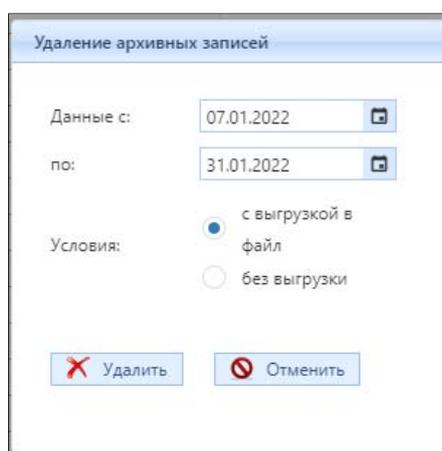

Рисунок 4.10.3 – Окно «Удаление архивных записей»
При помощи кнопки «Удалить» в блоке (2) удаляются архивные записи журнала, открывается окно «Удаление архивных записей» (рис. 4.10.3).